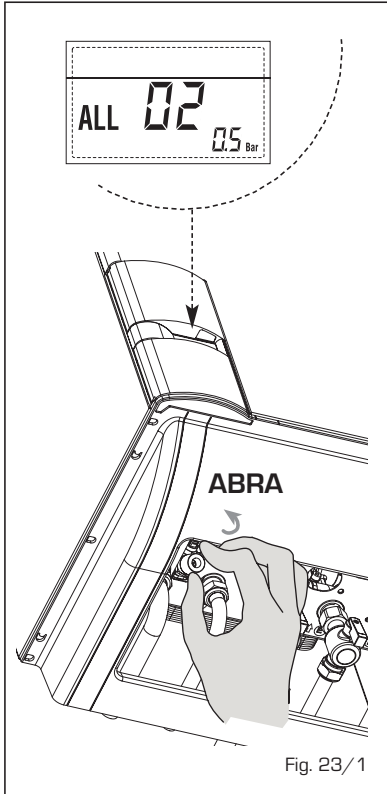

Fig. 23/1
**- ANOMALIA ALTA PRESSÃO ÁGUA "ALL 03" (fig. 23/2)**